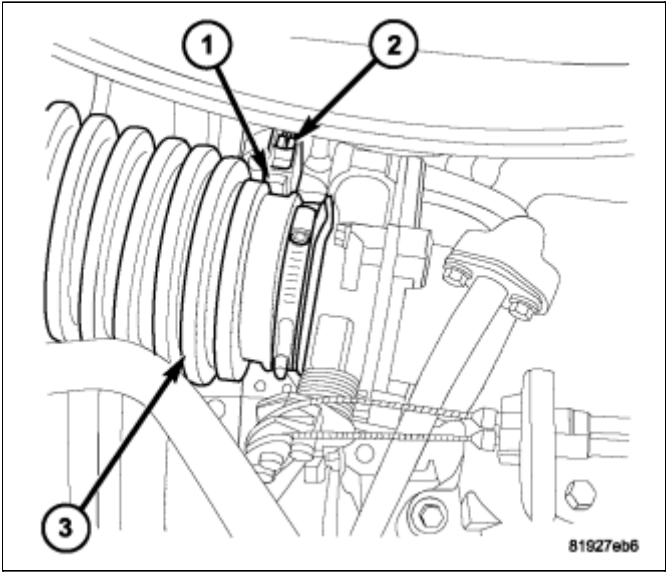

图 1 IAT和进气软管-2.97L
- 2. 从进气软管上的进气温度传感器断开发动机线束插头(图 1)。